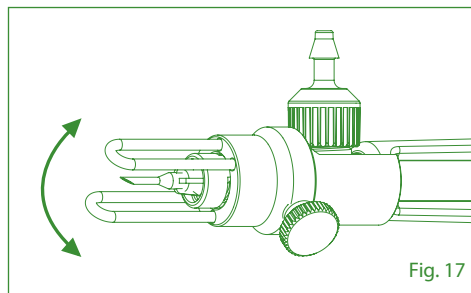

Fig. 17
5. Adjust angle as necessary (Fig. 17).
5. Passen Sie den Winkel nach Bedarf an (Abb. 17).
5. Ajustez l'angle si nécessaire (Fig. 17).